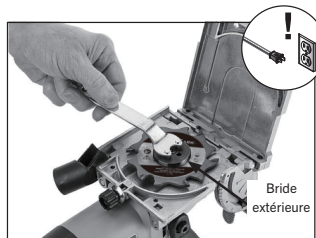

Fig. 21. Retrait de la lame à l'aide d'une clé à écrous
5. Appuyez sur le bouton de verrouillage de l'axe (voir Commandes et composants à la page 10) et utilisez la clé à écrous pour tourner la bride extérieure jusqu'à ce que le verrouillage de l'axe enclenche l'axe (voir figure 21).